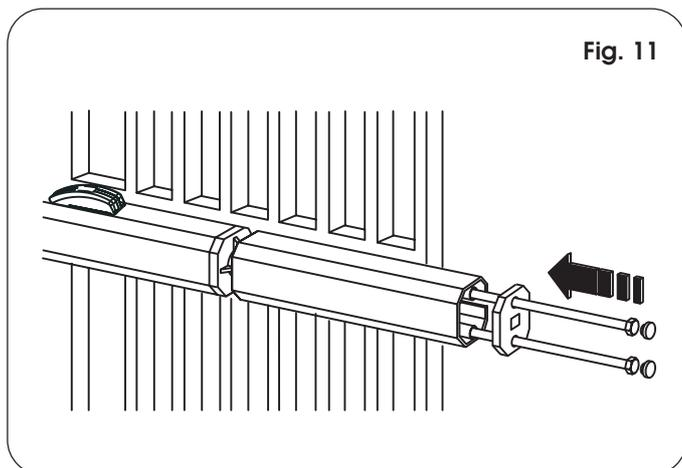
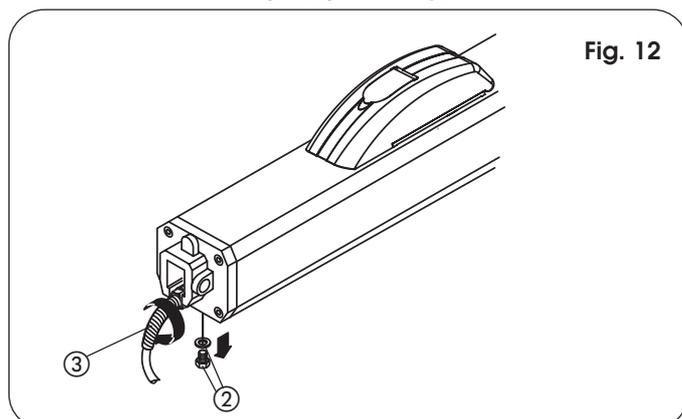

Fig. 11
Fig. 12
- 12) Prepare el cárter de protección y colóquelo sobre el operador como se indica en la Fig. 11. Monte el protector del pliegue del cable eléctrico (ref. ③, Fig.12).
- Quite el tornillo de purga (Fig. 12, ref. ②).